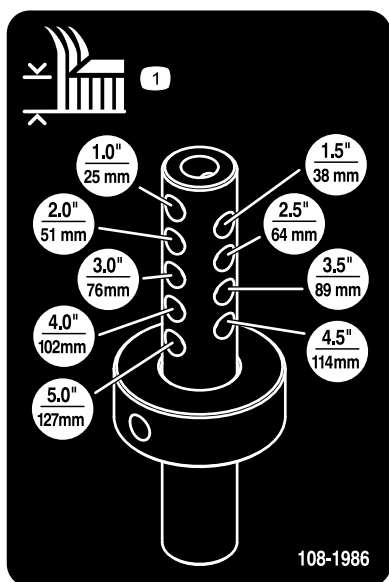

図 11
6. 刈高ロッドについている刈高穴から希望する刈高を選び、そこに刈高カラーをセットする 図 11。